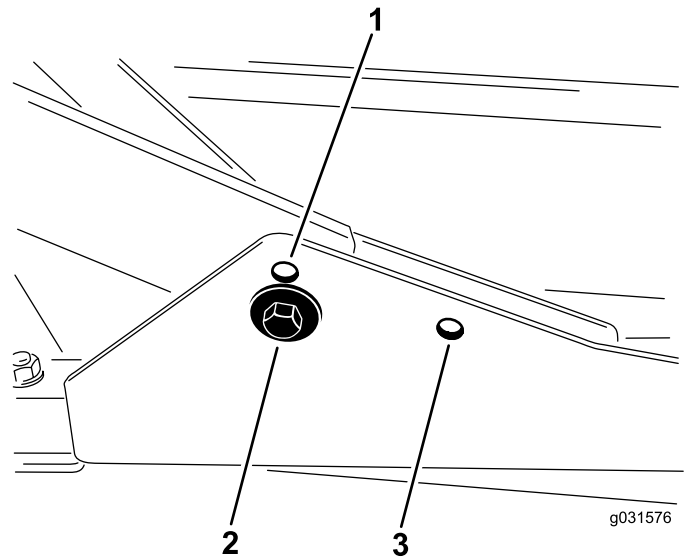

Figure 11
1. Pour une hauteur de coupe de 2 à 7,6 cm (3/4 et 3 po), montez les bâtis porteurs avant dans les trous inférieurs avant (Figure 11).
2. Pour une hauteur de coupe de 6, à et 10 cm (2,5 et 4 po), montez les bâtis porteurs avant dans les trous supérieurs avant (Figure 11).
Quelle que soit la hauteur de coupe, le tablier de coupe arrière doit être monté dans les trous de montage arrière (Figure 11).